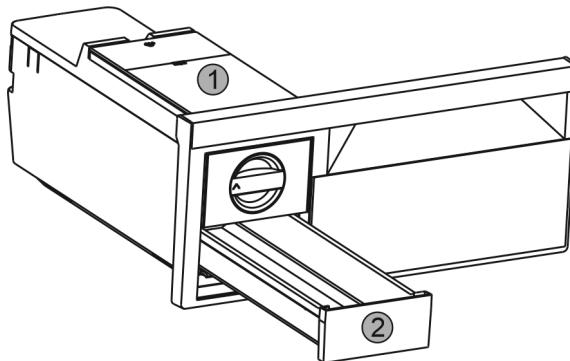

Fig. 54
- Izvadite spremnik za vodu Fig. 54 (1) i ladicu za kockice leda Fig. 54 (2).